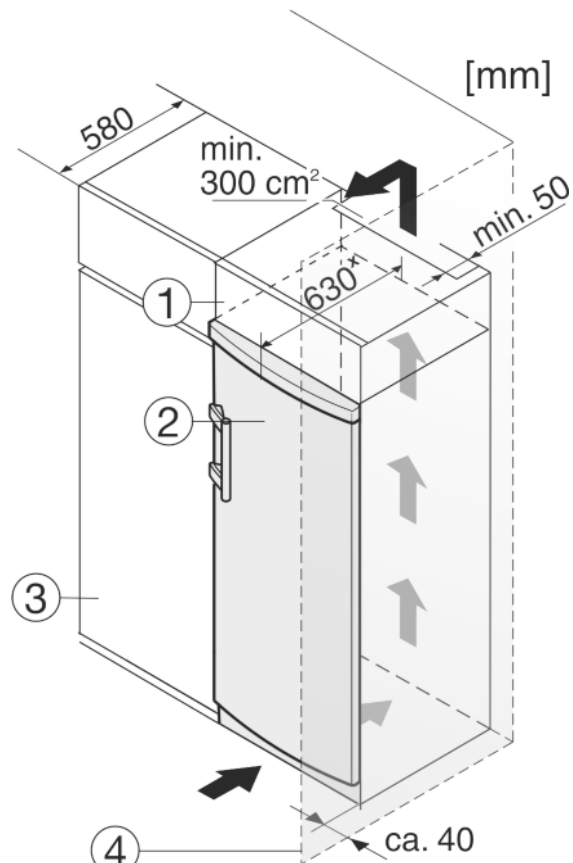

Fig. 11
- (1) Nadstavná skrinka
- (2) Zariadenie
- (3) Kuchynská skriňa
- (4) Stena
Zariadenie môže byť zabudované medzi kuchynskými skriňami. Aby sa zariadenie Fig. 11 (2) prispôbilo výške kuchynskej linky, môže sa nad zariadením umiestniť nadstavná skrinka Fig. 11 (1).
Pri vstavaní s kuchynskými skriňami (hĺbka max. 580 mm) je možné zariadenie inštalovať priamo vedľa kuchynskej skrine Fig. 11 (3). Zariadenie vyčnieva nabok 34 mm * a v strede zariadenia 50 mm * oproti prednej časti kuchynskej skrine.
Ak je zariadenie umiestnené so zavesením vedľa steny *Fig. 11 (4)*, musí vzdialenosť medzi zariadením a stenou činiť minimálne 40 mm. To zodpovedá presahu držadla pri otvorených dverách.